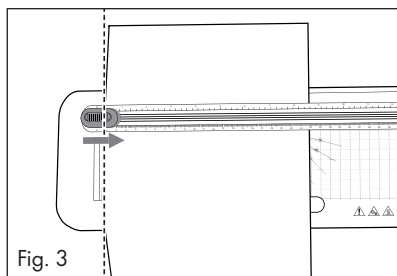

Fig. 3
① Indicación
- Al cortar documentos, pueden quedar tiras de papel en la guía de corte ④, que son difíciles de quitar.
- 1) Desplace el cabezal de corte ① hasta el tope. El cabezal de corte ① puede desplazarse hasta los dos extremos de la guía de corte ④.
- 2) Coloque el papel/la funda bajo la guía de corte ④.
- 3) Utilice las marcas de la regla de corte ③ para alinear exactamente el papel/la funda si, p. ej., desea acortarlos o cortarlos en diagonal (consulte las figs. 3 y 4).